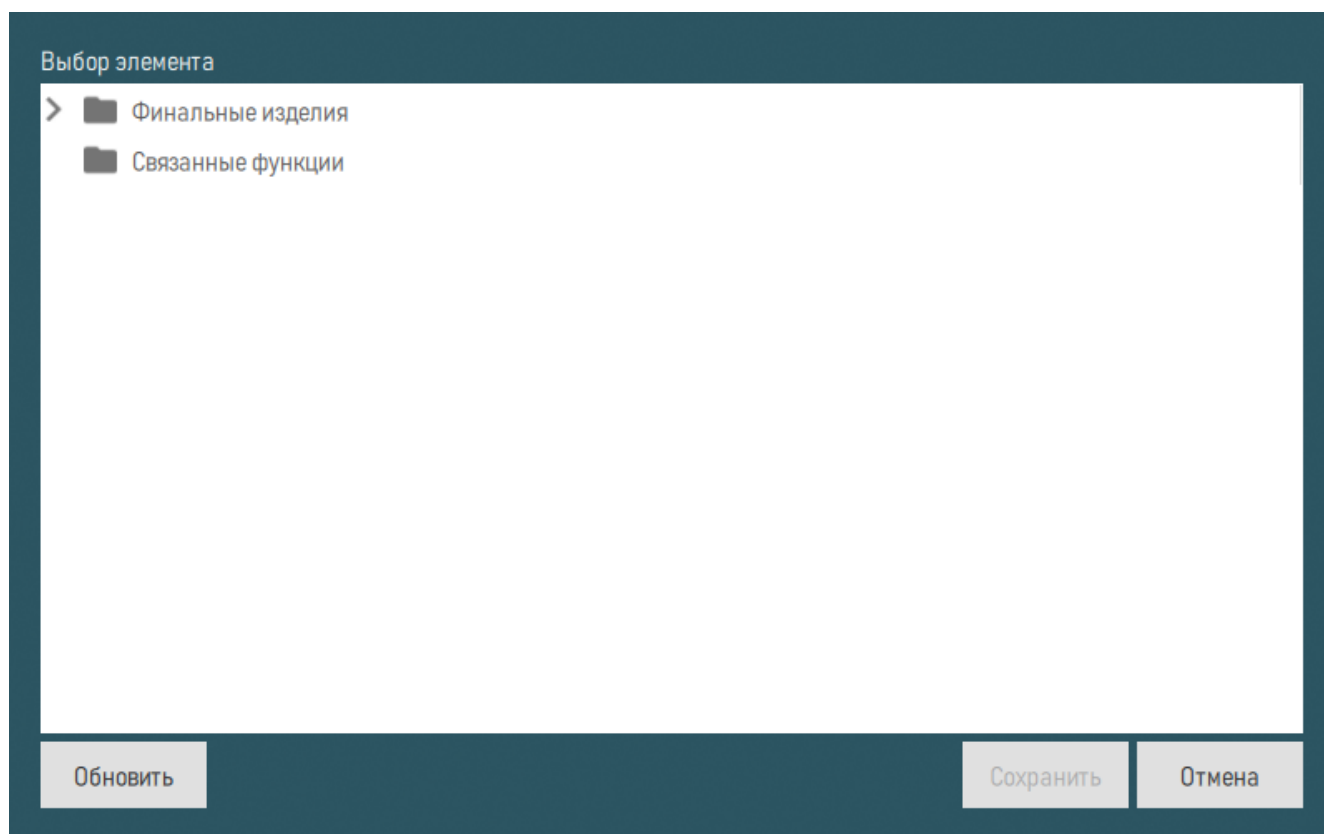

Рисунок 204 – Окно «Выбор элемента»
- 4) В открывшемся окне «Выбор элемента» выбрать компонент из структуры и нажать на кнопку «Сохранить» для подтверждения выбора или на кнопку «Отменить» для отмены выбора (рисунок 204).
- 3) В открывшемся окне «Выбор элемента» выбрать объект, который необходимо добавить в создаваемую структуру (см. рисунок 204). Будет добавлен выбранный объект, включая имеющиеся дочерние элементы.